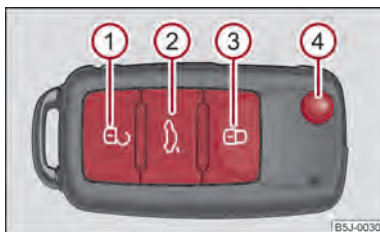

Fig. 17 Chiave a distanza
- Premere il tasto ① ⇒ fig. 17 per circa 1 secondo.